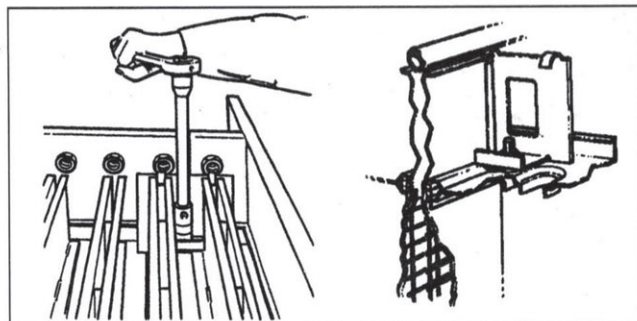

图9、固定插入式夹具
- 10、按图9所示安装夹头，并用棘轮和长柄套筒扳手拧紧螺母。如果过滤元件是水平安装，应先拧紧底部夹紧装置，但不要拧得过紧。（建议最大扭矩为20ft-lbs或27Nm）。